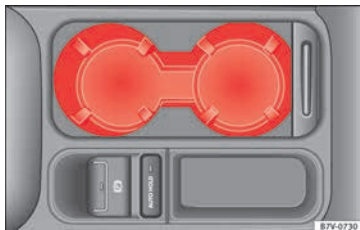

Abb. 190 In der Mittelkonsole vorn: Getränkehalter.
- Zum *Öffnen* Abdeckung nach hinten schieben » **Abb. 190**.